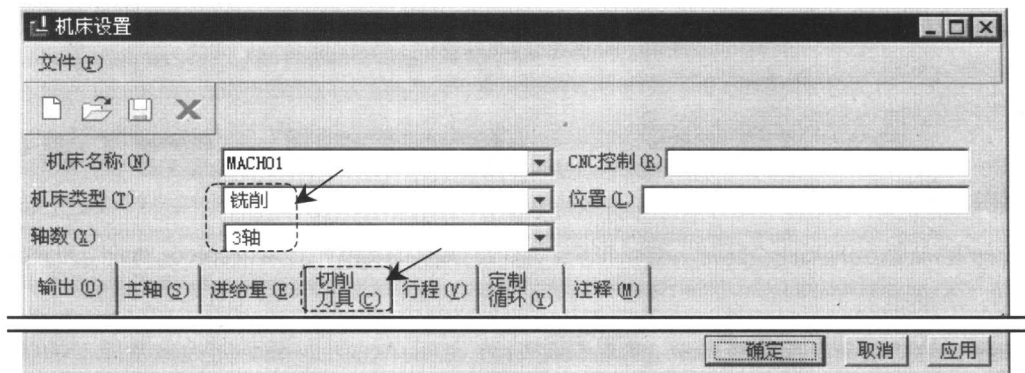

图 1.1.5 “机床设置”对话框
Step2. 机床设置。单击“操作设置”对话框中的 **机床** 按钮, 弹出“机床设置”对话框, 在 **机床类型 (T)** 下拉列表中选择 **铣削**, 在 **轴数 (X)** 下拉列表中选择 **3轴**, 完成设置后的效果如图 1.1.5 所示。